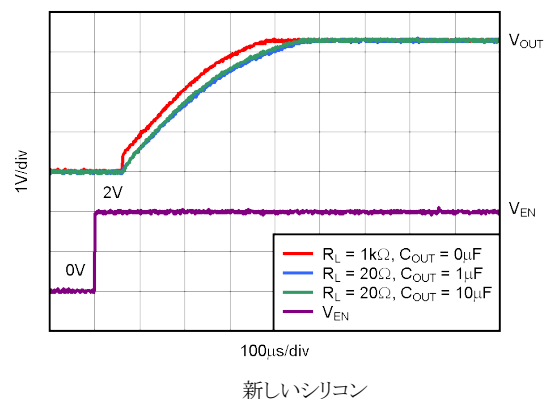

図 5-40. TPS73633 のターンオン応答
イネーブルピン (EN) はアクティブ High であり、標準の TTL-CMOS レベルと互換です。 $V_{EN}$  が 0.5V (最大値) 未満になると、レギュレータはオフになり、GND ピンの電流は約 10nA にまで低下します。EN ピンを使用してレギュレータをシャットダウンすると、すべての電荷がパストランジスタのゲートから除去されます。 $V_{EN}$  が 1.7V (最小値) を超えると、レギュレータはオンになり、出力は制御された  $V_{OUT}$  に戻ります (詳細は 図 5-40 を参照)。